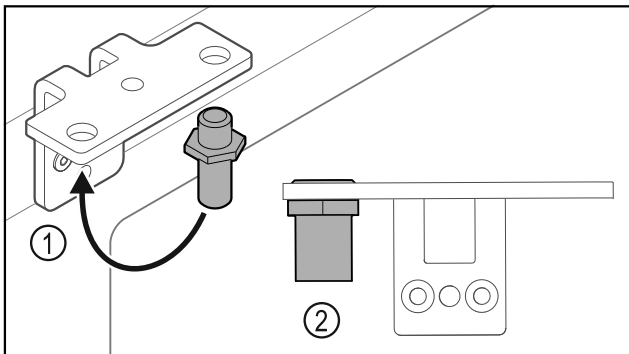

Fig. 34
- ▶ Перемістити палець Fig. 34 (1) у шарнірному кутику.
- ▶ Затягнути палець Fig. 34 (2) з **обертальним моментом 12 Нм**.